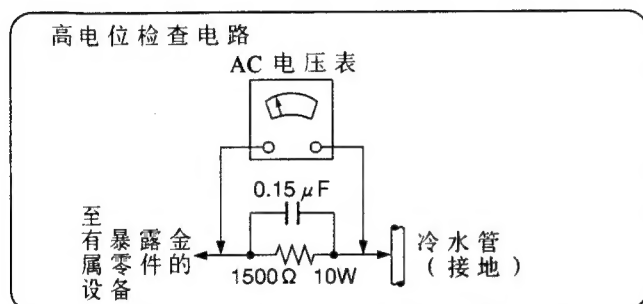

图 1
高电位漏电检查（参看图1）
2. 如图 1 所示，在本机各个暴露金属部件和良好的接地设备，如水管等之间并联 $1.5\text{k}\Omega$ 、 10W 的电阻器和 $0.15\mu\text{F}$ 的电容器。